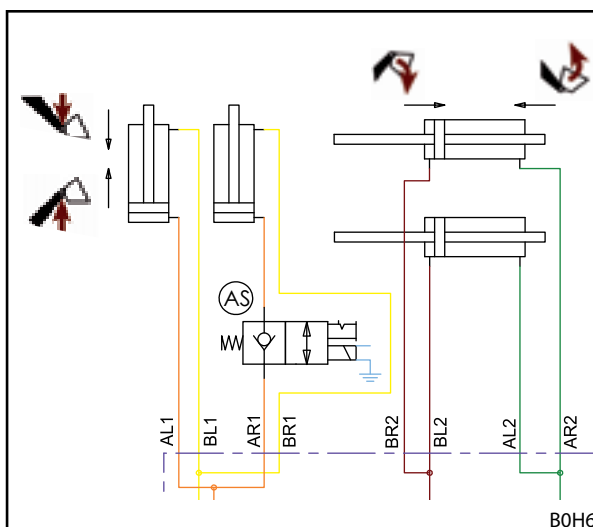

Fig. 157 Hydraulschema nedsänkningssäkring
**i** Fig. 157 visar ett utsnitt från hydraulschemat för nedsänkningssäkring som är tillval. Resten av hydraulschemat motsvarar visningen i 11.4.1 *Hydraulschema FS* och 11.4.2 *Hydraulschema FZ och FZ-L* beroende på frontlastare.